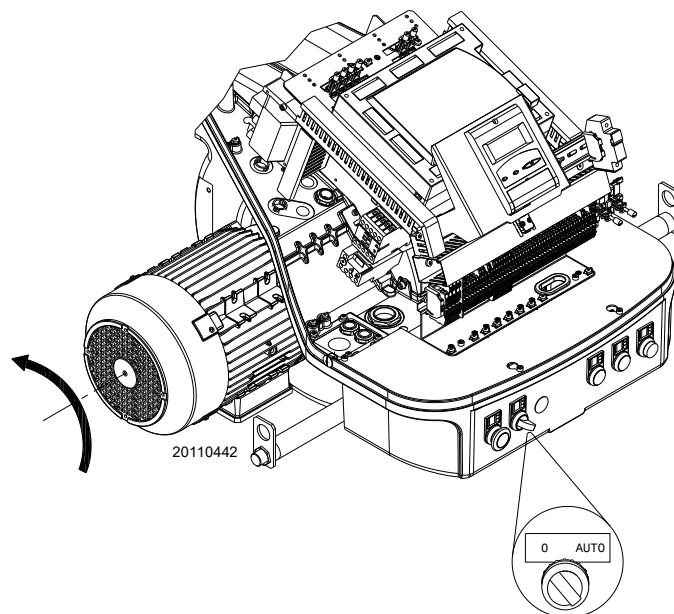

Fig. 27
Fermer les thermostats/pressostats et mettre l'interrupteur de la Fig. 27 sur « **AUTO** ».
En cas de signalisation de tension, arrêter **immédiatement** le brûleur et contrôler les branchements électriques. Quand le brûleur démarre, vérifier la direction de la rotation du moteur, comme indiqué sur la Fig. 27.
- mettre l'interrupteur de la Fig. 27 sur « **0** » et attendre que la boîte de contrôle réalise la phase d'extinction ;
- En agissant sur l'interrupteur « **0-AUTO** » de la Fig. 27 à la page 30 ;